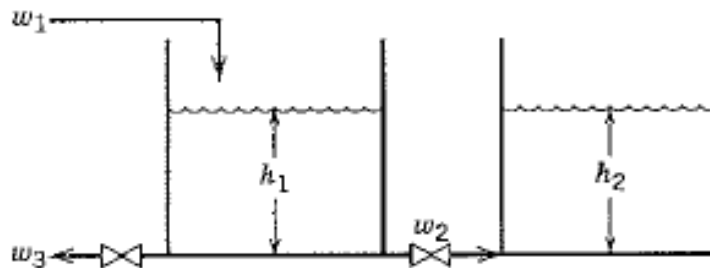

Figura 4 – Tanques conectados da questão 4.
4) Dois tanques estão conectados de acordo com a Figura 4 apresentada a seguir. Desenvolva um modelo para esse sistema que pode ser usado para encontrar h_1 , h_2 , w_2 e w_3 como função do tempo para qualquer variação nos parâmetros do sistema. Apresente o grau de liberdade, identifique todas as variáveis de entrada e saída, liste todas as hipóteses e considerações utilizadas para formulação do seu modelo.